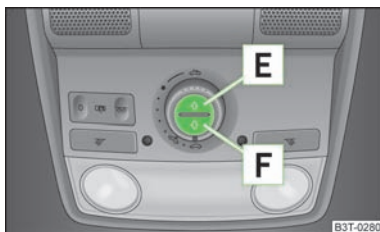

Fig. 30
Les touches permettent de fermer et ouvrir le store pare-soleil séparément » fig. 30.
- Pour une ouverture complète, appuyez brièvement sur la touche **E** » fig. 30.
- Pour une fermeture complète, appuyez brièvement sur la touche **F** » fig. 30.
Pour initialiser le store pare-soleil, appuyez sur la touche **F** » fig. 30 pendant 10 secondes env.